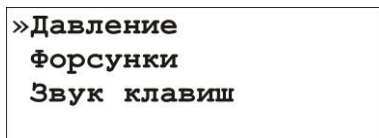

Рисунок 4.1 – Экран главного меню режима настройки
Для перехода в режим настройки (рис. 4.1) необходимо, находясь в режиме выбора форсунки, нажать клавишу .
1. В главном меню режима настройки (рис. 4.1) клавишами Δ, ∇ выбрать пункт "Давление" и нажать клавишу \checkmark .
1. В главном меню режима настройки (рис. 4.1) клавишами **Δ, ▽** выбрать пункт "Форсунки" и нажать клавишу **✓**.
1. В главном меню режима настройки (рис. 4.1) клавишами Δ, ∇ выбрать пункт "Форсунки" и нажать клавишу \checkmark .